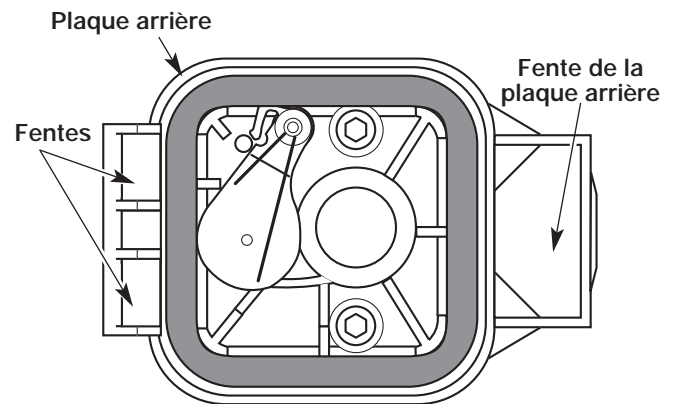

Figure 48
6. Remplacez le filtre (Fig. 48).
7. Réinstallez le couvercle du filtre à air Placez les crochets à gauche du filtre à air dans les fentes à gauche de la plaque arrière (Fig. 48).